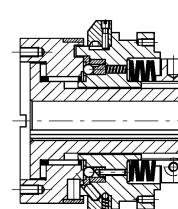

FIG. 3
- Es ist ausdrücklich verboten, die Version des DSR / F / RF (Fig. 3) zu demontieren, da dies verboten ist.
- It is FORBIDDEN to remove the version of DSR/F/RF (FIG. 3) because the re-assembly requires specific factory equipment.